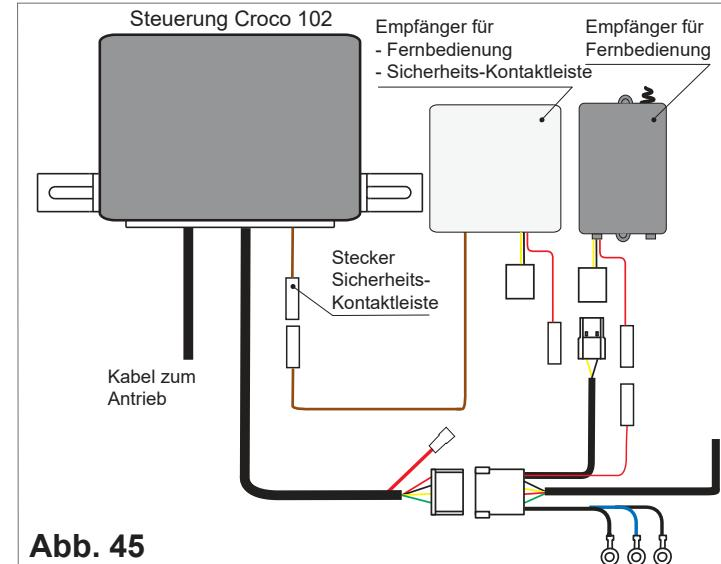

Abb. 45
**Croco 102:** Schliessen Sie den entsprechenden Empfänger, wie in **Abb. 45** angegeben, an die Steuerung an.